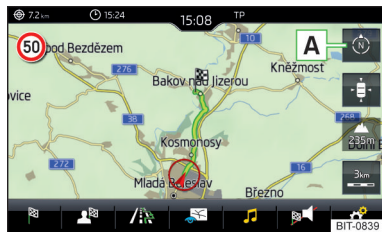

Abb. 174
- ▶ Zur **Änderung der Kartenausrichtung** im Hauptmenü *Navigation* die Funktionsfläche **A** » **Abb. 174** antippen.